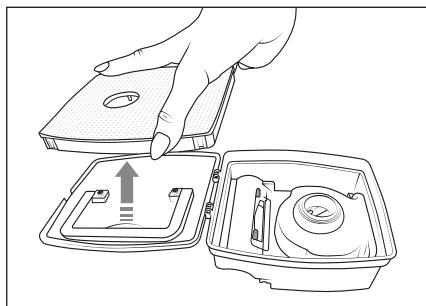

Fig. 9
- 4) Hiqni filtrin EPA **7** nga kapaku i koshit të pluhurit **12** (shih Fig. 9).